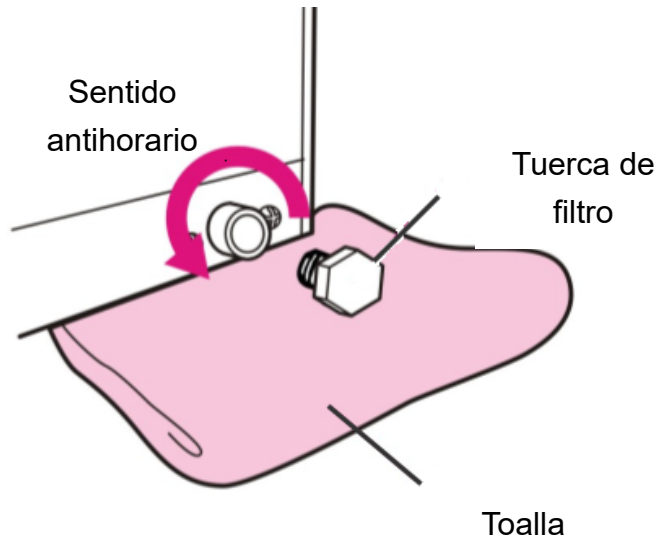
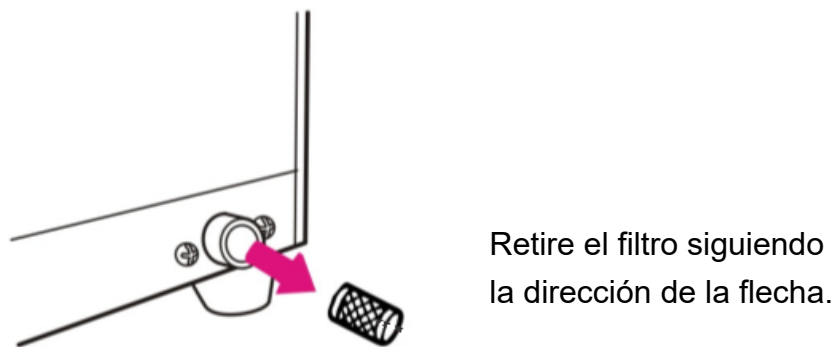

Figura 48
Figura 49
- Use una llave inglesa para destornillar el perno del filtro en sentido antihorario según indica la Figura 48 & Figura 49.